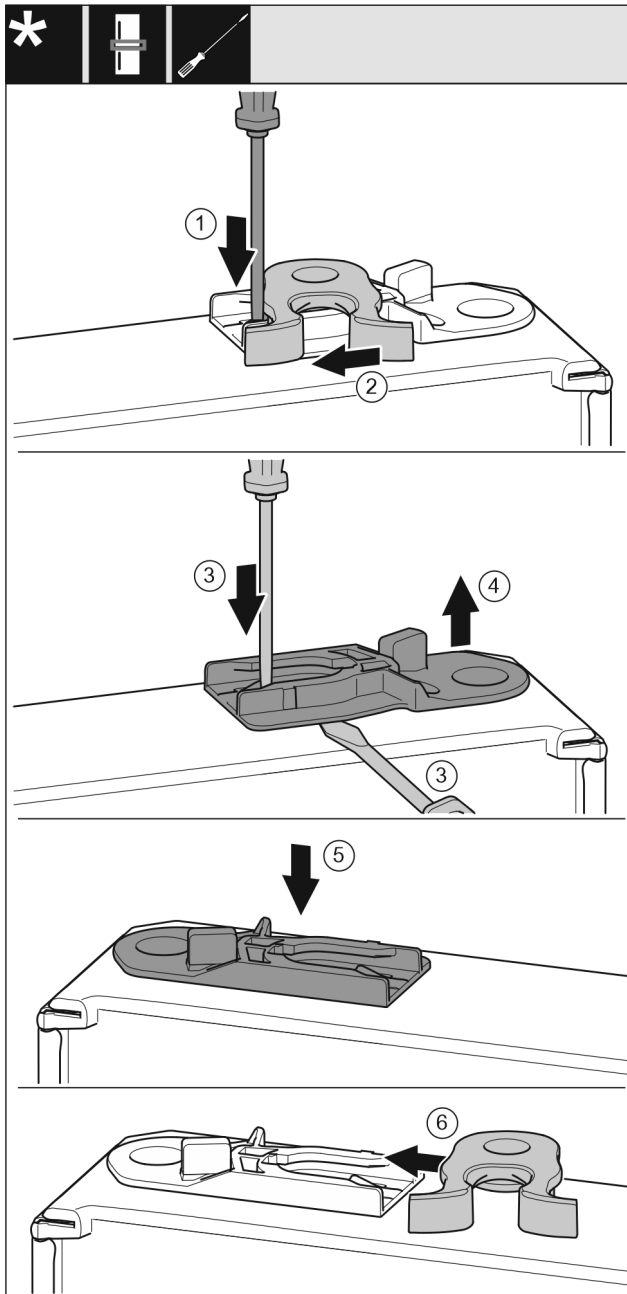

Fig. 20
- Lasche Fig. 20 (1) mit Schlitzschraubendreher nach unten drücken.
- Schließhaken Fig. 20 (2) aus Führung ziehen.
- Führungsbuchse Fig. 20 (3, 4) herausziehen: Lasche mit Schlitzschraubendreher drücken und gleichzeitig mit Schlitzschraubendreher unter Führungsbuchse fahren.
- Im Lieferumfang beiliegende Führungsbuchse Fig. 20 (5) auf anderer Gehäuseseite einschieben.
- Schließhaken Fig. 20 (6) in Führung schieben.